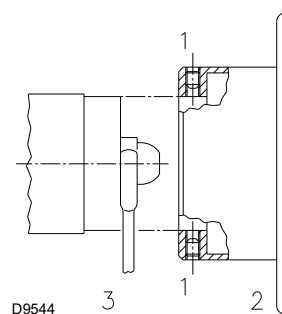

Рис. 21
- Закрепите ее ключом через центральное отверстие подпорной шайбы или отверните винты 1) (Рис. 21).